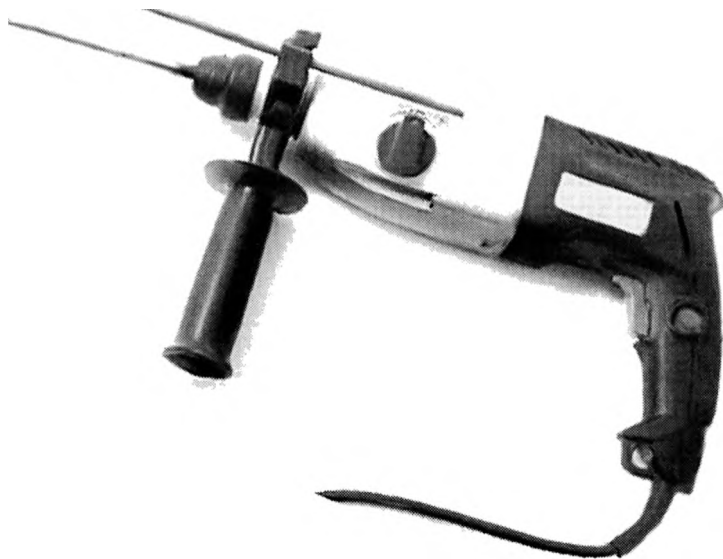

Рис. 2.56. Перфоратор
**Перфоратор** (рис. 2.56). Значение этого инструмента сложно переоценить. Перфоратор предназначен для сверления и долбления отверстий в любых материалах — камне, металле, дереве, пластике и т. д. Конечно, режим долбления применяется не для всех материалов, а главным образом для натурального или искусственного камня. В любом перфораторе есть три режима: сверление, когда он работает как обычная дрель, ударное сверление, при котором рабочая насадка, вращаясь, совершает удары, и долбление, когда вращательного движения нет, а есть только ударное. Эти режимы делают перфоратор поистине универсальным инструментом. С его помощью можно бурить отверстия, делать штрабы, дробить и раскалывать камень, сбивать старую штукатурку, мешать строительные растворы и т. д. Фактически перфоратор — нечто среднее между дрелью и отбойным молотком.